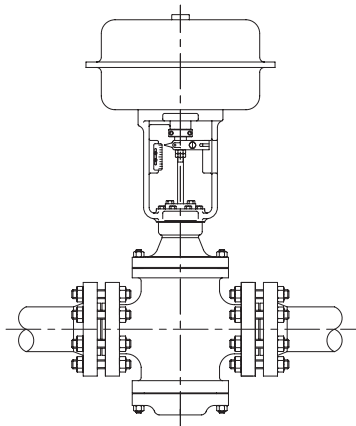

Fig. 1 – Instalación de la válvula
6. La posición de instalación debe ser de manera que el actuador quede sobre la válvula y la posición vertical (fig. 1). En caso de que esto sea imposible, se debe buscar la posición más próxima de la posición vertical. La posición horizontal debe ser evitada y en algunos casos deberá haber un soporte para el actuador.